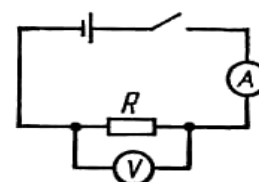

Рис. 1. Схема
5. Для измерения удельного сопротивления проводника собирают электрическую цепь. Схема, которой показана на рис.1.